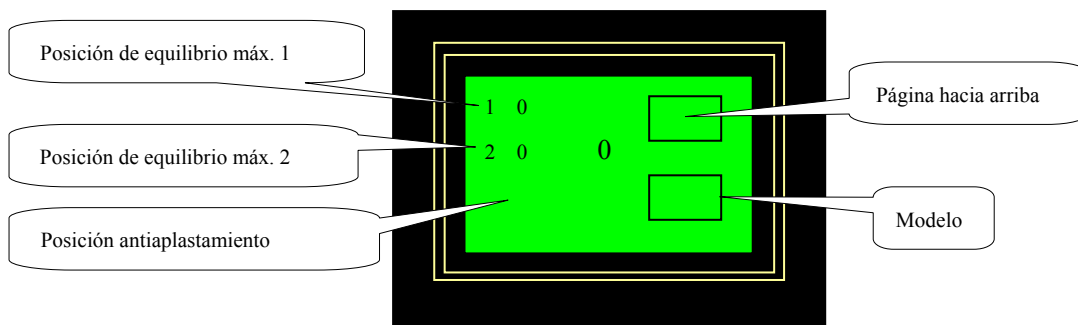

Figura -6
y el “valor actual” de la posición de equilibrio 2 es < 512. Observe la desviación y compruebe si está dentro del margen permitido. Si la desviación se encuentra dentro del margen permitido, no realice ningún ajuste y continúe con el punto 5. Si no es adecuada, pulse el número equivalente a la posición de equilibrio 1 y 2 en la pantalla (Figura -6) e introduzca el valor de ajuste. El margen de ajuste es de -15 impulsos a +15 impulsos. Gire el interruptor funcional a la posición giratoria y coloque el interruptor de selección de
5. Ajuste de la distancia antiplastamiento: Gire el botón de funcionamiento a la posición giratoria, coloque el interruptor de selección de programa en 4 y active el PDR de antiplastamiento. Observe si la distancia antiplastamiento es adecuada cuando la puerta se detenga. Si es adecuada, no realice ningún ajuste y continúe con el punto 6. Si no lo es, pulse el número equivalente a la distancia antiplastamiento en la pantalla (Figura -6) e introduzca el valor de ajuste. El margen de ajuste es de -15 impulsos a +15 impulsos.